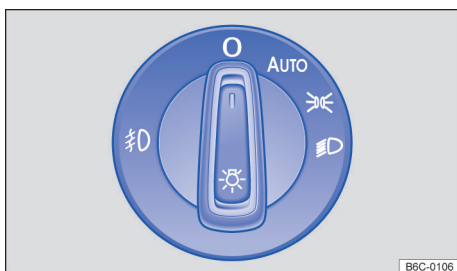

Fig. 74 Ao lado do volante: interruptor de luzes (uma variante).
- **Ligar o farol de neblina** : Puxe o interruptor das luzes para fora → Fig. 74, até a primeira ranhura. A luz de controle  se acende no interruptor na cor verde.